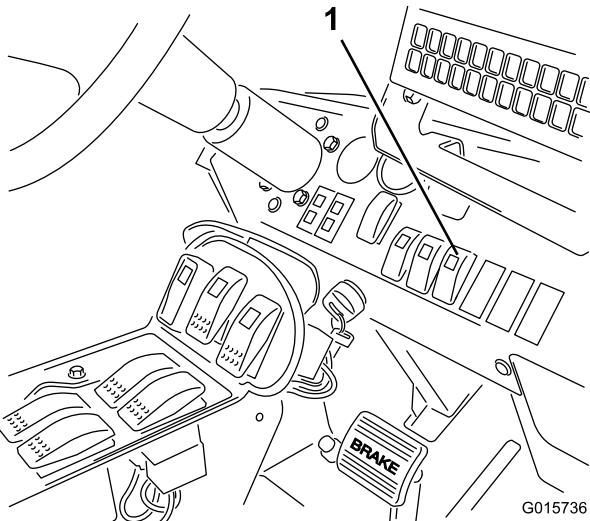

Figura 20
4. Premete l'interruttore Sonic Boom sul cruscotto in posizione automatica (Figura 20).